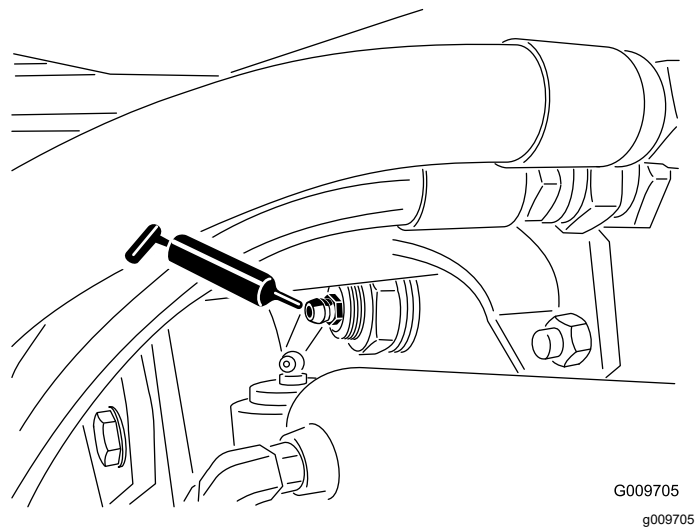

Figure 41
- Bagues de pivot d'essieu arrière (2), comme montré à la Figure 41